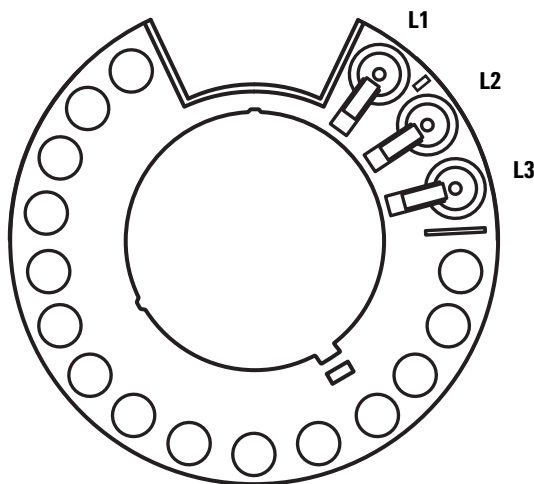

Figure 24 Positions L1, L2 et L3 de la tourelle de transfert (vue de dessus)
- 2 Pour l'ensemble des injecteurs installés, retirez les flacons se trouvant éventuellement dans les positions L1, L2 et L3 de la tourelle de transfert (voir Figure 24).